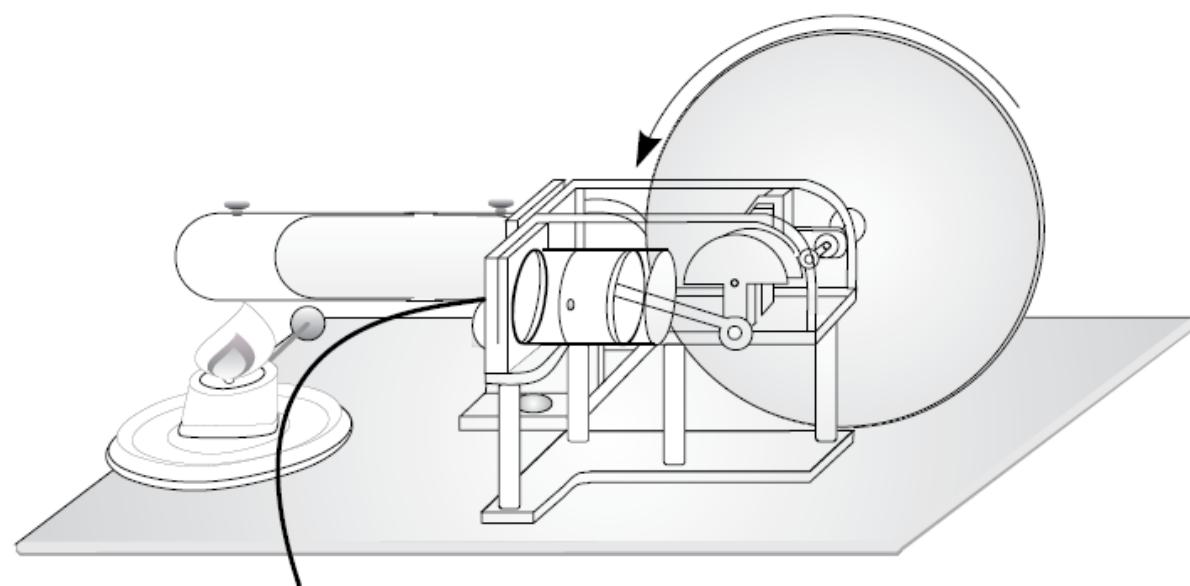

Fig. 4 Aceitação dos valores de funcionamento na corona de trabalho
- Criar conexão de pressão entre canal „positivo“ do box do sensor e a abertura de conexão da mangueira do cilindro de trabalho (vide fig. 4).